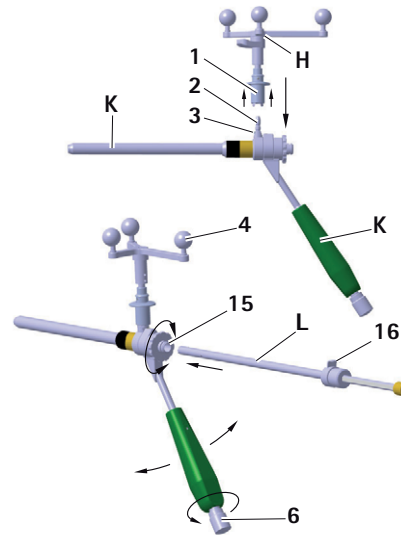

Abb. 12 Montage der Aesculap-Sterneinheit auf S⁴C-Führungshülse; Einsetzen der S⁴C-Innenbohrhülse
- ▶ Um eine uneingeschränkte Sicht der Kamera auf die reflektierenden Marker-Kugeln sicherzustellen, Knauf **6** am S⁴C-Handgriff der S⁴C-Führungshülse **K** aufdrehen und Aesculap-Sterneinheit **H** in die gewünschte Position drehen, siehe Abb. 12.
- ▶ Innenbohrhülse **L** auf innere Hülse **15** schieben. Die Innenbohrhülse rastet auf der inneren Hülse ein und bleibt drehbar, siehe Abb. 12.